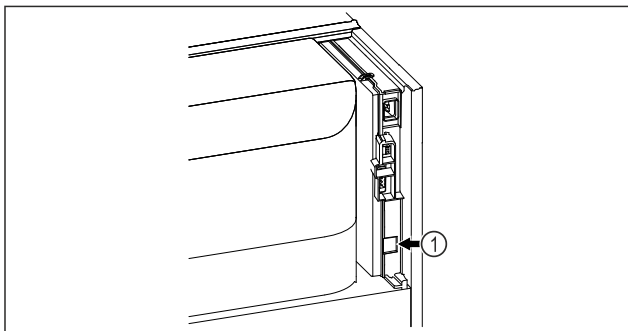

Fig. 129
- SmartModule Fig. 129 (1) on sisse pandud.